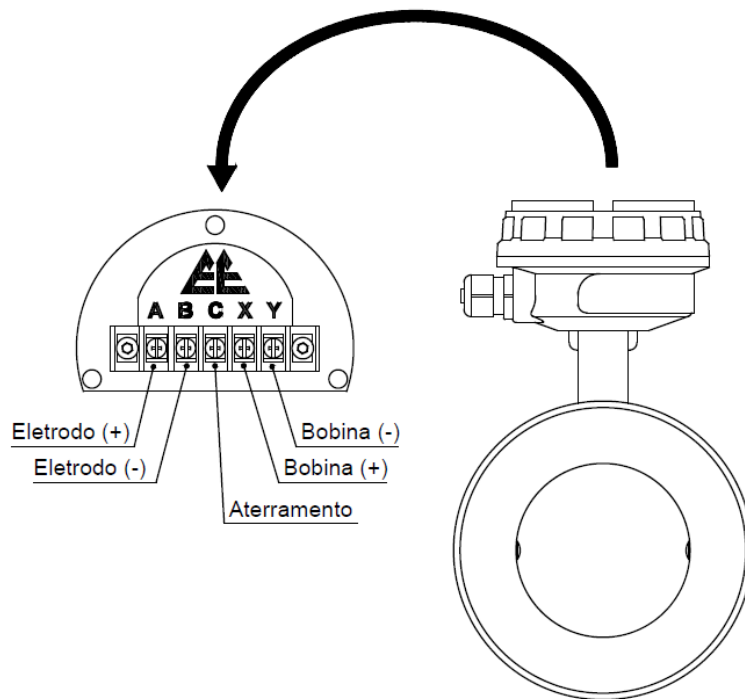
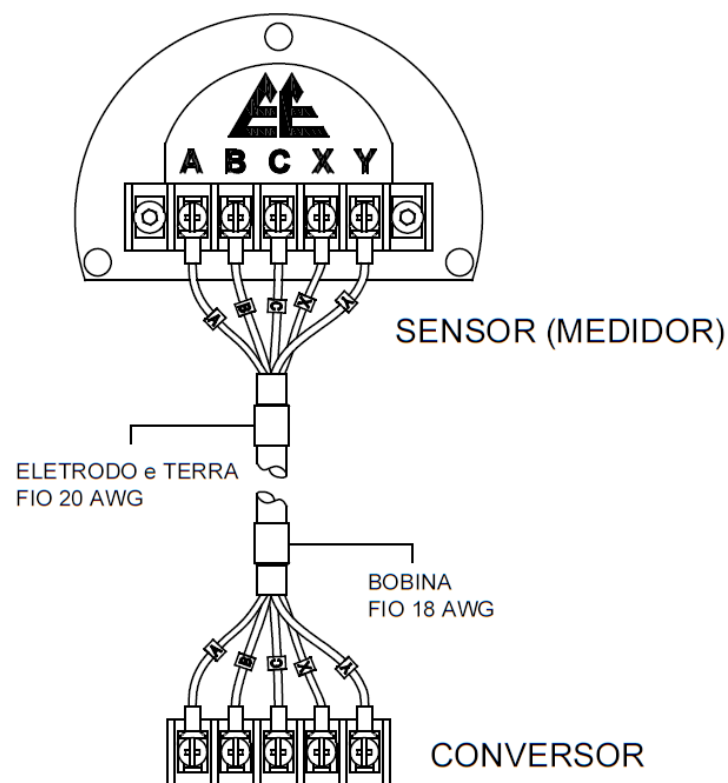

Figura 19: Borneira de conexão da caixa ligação 580TM
Figura 20: Esquema de ligação do Medidor 580TM ao Conversor
- **Cabo de sinal (eletrodos) e bobina (alimentação):** Recomenda-se a utilização de um cabo 5 vias. Para os eletrodos e o terra, seção mínima de 20AWG e para as bobinas seção mínima de 18AWG (ver figura 20). Para maiores informações contate o suporte técnico da Enginstrel Engematic.
A figura 19 mostra a borneira de conexão dos eletrodos e bobina do medidor 580TM (remoto), à conexão entre o Medidor e o Conversor (figura 20).